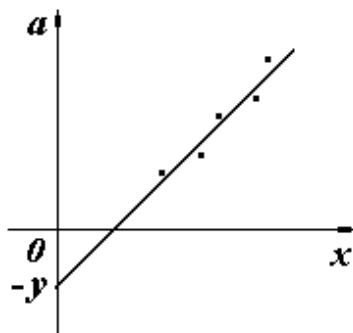

Рис. 2
Таким образом ускорение грузов a связано с аргументом x линейной зависимостью (4), где g – угловой коэффициент, равный тангенсу угла наклона прямой к оси абсцисс, y – это отрезок, отсекаемый прямой на оси ординат (рис. 2).